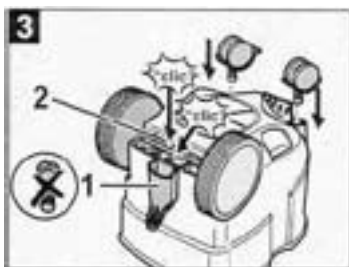

Abb. 3
- Bringen Sie die Räder so am Unter- teil an, dass diese hörbar einrasten (Abb. 3).